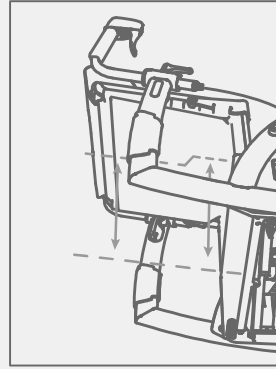

Figura 46: Dos correas inferiores aflojadas.
- d.** En la mayoría de los casos, los neumáticos inferiores se ajustarán más flojos que los dos superiores (**Figura 46**). Coloque la correa de velcro de manera que la pelvis del usuario esté en posición vertical y el respaldo apoye bien la espalda.